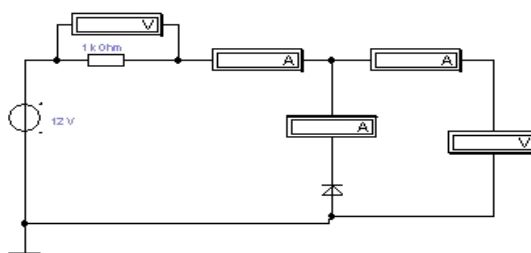

Рис.2.
1. Собрать принципиальную электрическую схему, представленную на рис.2.